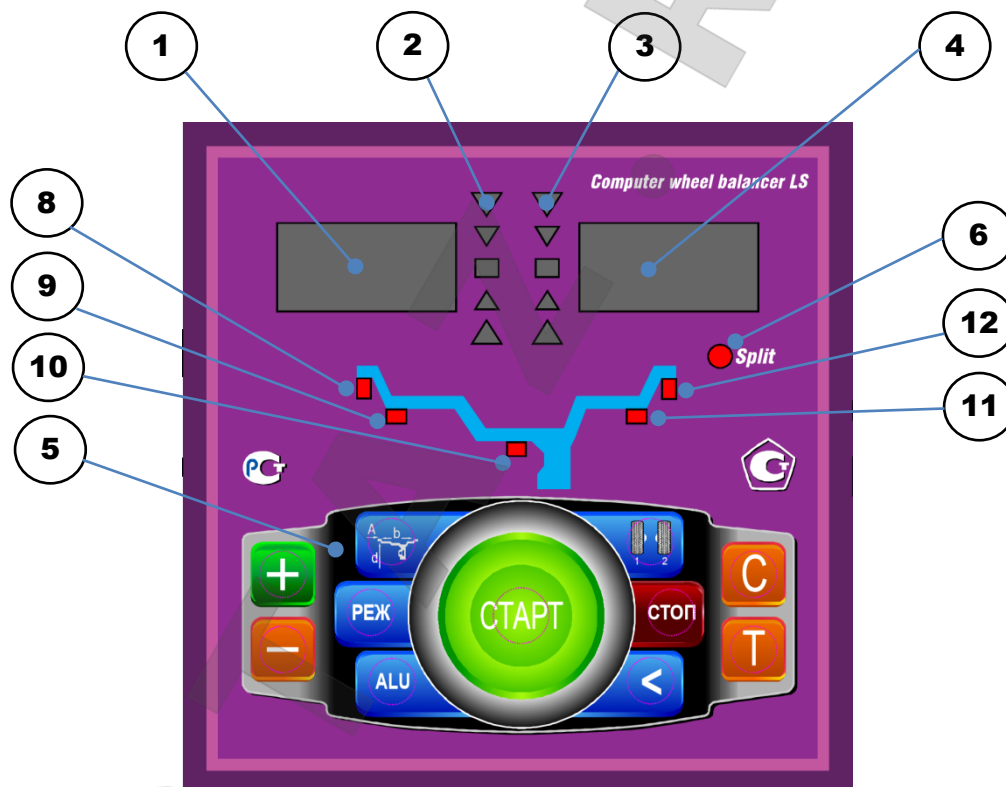

рис.8.1.
8.1. Общий вид лицевой панели показан на рис. 8.1.
При выдвигании штанги на индикаторах 1 (рис. 8.1) отображается значение параметра "А". Значение параметра "d" отображается на индикаторах 4.
Для ввода ширины нажмите кнопку "+" или "-" на индикаторах 1(рис.8.1) высветится "-b-", а на индикаторах 4 значение ширины диска. Через 2-3 сек после установки ширины индикаторы в режим отображения текущего дисбаланса.
Дважды нажать кнопку "A, d, b", после чего на индикаторах 1 (рис.8.1) загорается символ "A", а на индикаторах 4 исходная величина дистанции. Нажимая кнопки "-" и "+" установить на индикаторах 4 требуемую величину дистанции. Через 2-3 сек после установки дистанции показания на индикаторах 1 и 4 возвращаются к отображению текущего дисбаланса, а кнопки "-" и "+" возвращаются в режим ввода ширины обода.
11.1. Переключение схем ALU1-ALU5 осуществляется последовательным нажатием кнопки "ALU" при этом схема установки грузов отображается загоранием соответствующих светодиодов 8-12 (рис.8.1), кроме того, на индикаторах 1 отображаются символы ALU, а на индикаторах 4 номер 1-5. Через 2-3 сек. после установки требуемой программы ALU индикаторы 1-4 переходят в режим отображения дисбаланса.
12.3. Для входа в программу Split удерживайте кнопку РЕЖ, до того, как загорится светодиод 6 (рис.8.1) и на индикаторах 1 загораются символы "SPn", означающие, что необходимо ввести число спиц обода колеса, подлежащего балансировке. При этом на индикаторах 4 загорается цифра 5. Если число спиц колеса отличается от 5, кнопками "-" и "+" установить на индикаторах 4 фактическое число спиц колеса.
12.4. Запустите СБ. После остановки вала установите любую спицу обода колеса вертикально вверх (на 12 часов) и нажмите кнопку С. После чего, на индикаторе 1 и линейке 2 (рис.8.1) будут указаны величина и место установки корректирующего груза на внутренней плоскости.
кнопку "1-2". Визуальный контроль того, какие параметры установлены в данный момент, осуществляется нажатием "A, d, b" на индикаторах 4 (рис.8.1) будут последовательно отображены, установленные в данный момент диаметр, ширина обода и дистанция.
14.1. При включении тумблера питания СБ на индикаторах 1 (рис. 8.1) высвечивается трёхзначное число -номер версии программного обеспечения. Через 2-3 сек на индикаторах 1 и 4 должны загореться нули, кроме того должны загореться светодиоды 8 и 12, что свидетельствует о включении режима стандартной балансировки с установкой на обеих плоскостях коррекции грузиков на пружинках. На линейках 2 и 3 (рис. 8.1) должны загореться центральные светодиоды.
14.2. При включении СБ программа измерения дисбаланса настраивается таким образом, что дисбаланс менее 8 г (заводская установка для легкового режима) на любой плоскости коррекции не показывается, в этом случае на индикаторах 1 и 4 (рис. 8.1) высвечиваются "0". Минимальный дисбаланс отображающийся на индикаторах 1 и 4 равен 8г. Дисбаланс, превышающий 8г, округляется до величины кратной 5, т. е. дисбаланс 9, 10, 11 и 12 г отображается цифрой 10, дисбаланс 13, 14,15, 16 и 17 г - цифрой 15 и т. д. Для просмотра неокруглённого значения дисбаланса или дисбаланса менее 8г. необходимо нажать кнопку "<", при этом на индикаторах 1 и 4 на 2-3 сек высвечиваются фактические значения дисбаланса, определённые в данном запуске.